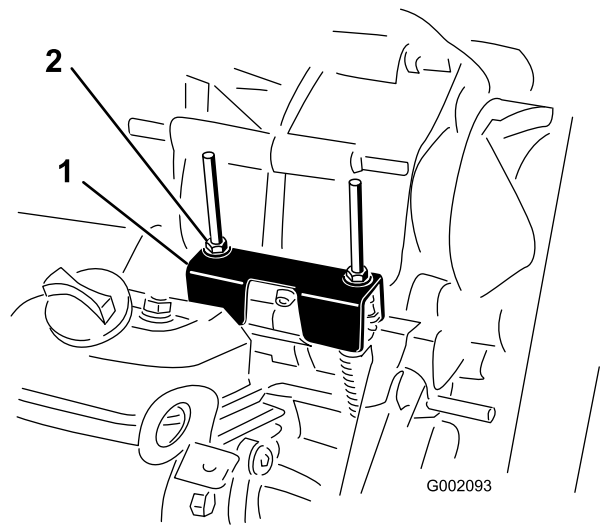

Figura 59
Para realizar operaciones de mantenimiento de rutina y/o diagnósticos del motor, debe ponerse el transeje en PUNTO MUERTO (Figura 59). El selector de marchas de la máquina dispone de una posición de PUNTO MUERTO, que controla el punto muerto del transeje. Deben tomarse las siguientes medidas para asegurarse de que la palanca de cambios acciona correctamente el punto muerto del transeje:
2. Asegúrese de que la pletina de punto muerto está en posición de PUNTO MUERTO (nivelada respecto al soporte de montaje del cable situado debajo del soporte del cambio de marchas) girando el embrague arrastrado (Figura 59).
3. Gire una de las contratuercas (Figura 59) para obtener un espacio de 0,762 a 1,524 mm entre la parte inferior de la tuerca/arandela y la pletina de punto muerto.